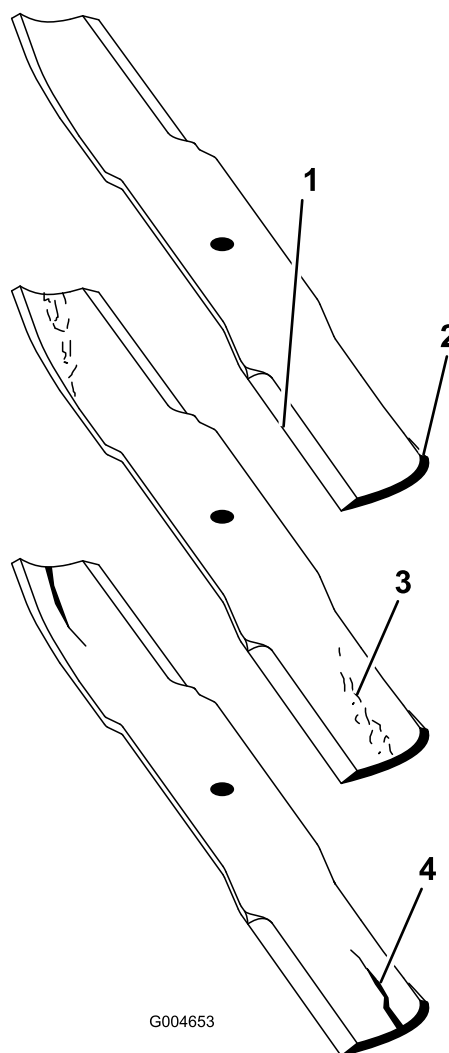

Figure 82
2. Examinez attentivement les tranchants de la lame, particulièrement au point de rencontre des parties plane et relevée (Figure 82). Le sable et les matières abrasives peuvent éroder le métal à cet endroit, c'est pourquoi il est important de contrôler l'état de la lame avant d'utiliser la tondeuse. Remplacez la lame si elle vous semble usée (Figure 82).